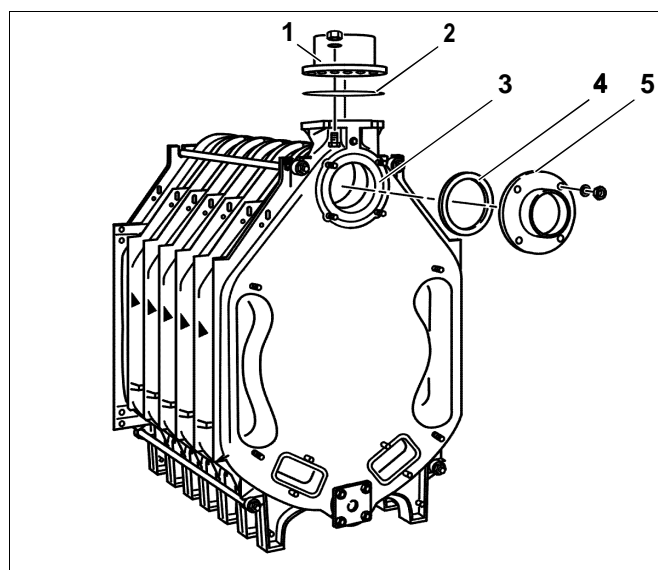

Fig. 25 Montaggio delle flange di collegamento
- Al mozzo superiore della caldaia (fig. 25, **pos. 3** – attacco di ritorno) viene montata la flangia a saldare (con pezzo di tubazione), alla quale verrà poi collegato il ritorno. Sono raffigurate la flangia a saldare e la guarnizione piatta (fig. 25, **pos. 4 e 5**).
- La flangia per l'attacco di mandata (fig. 25, **pos. 1**) con la guarnizione piatta (fig. 25, **pos. 2**) è necessaria per il collegamento della mandata.